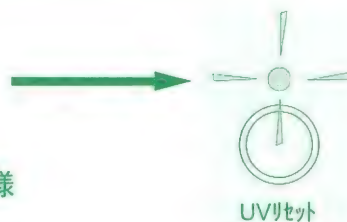

図1
4. 中央の紫外線ランプカバーを固定しているビス2本をプラスドライバーで外し、紫外線ランプカバーを取り外してください。（図1）